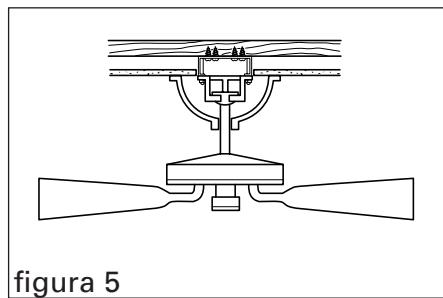

figura 5
3. Monte el soporte del ventilador a la caja de empalme usando los dos tornillos de 10-24 x 3/4" provistos y conecte los cables de acuerdo a las instrucciones del fabricante (figura 5).